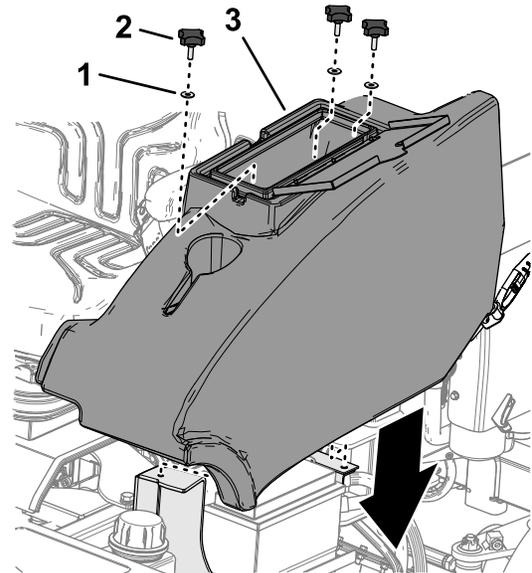

Figure 11
- Montez le compartiment de rangement sur la machine avec les 3 boutons et les 3 rondelles (Figure 11).